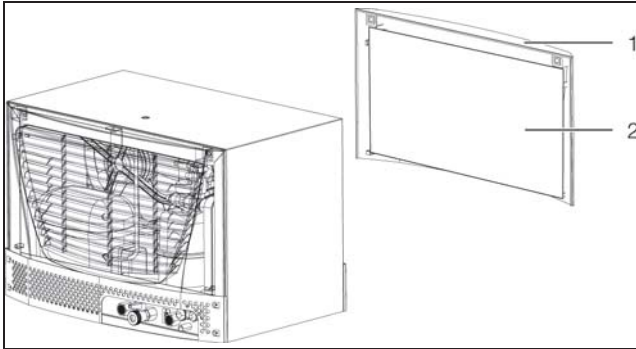

Fig. 48: Installazione dei filtri (3318.600, 3318.610 e 3319.600, 3319.610)
- Rimuovere dal contenitore la griglia di aerazione (entrata aria) sul lato anteriore del chiller (fig. 48, pos. 1).